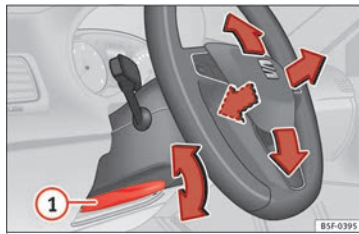

Bild 20 Spak nere till vänster om rattstången.
- Ställa in rattpositionen: Dra » **bild 20** **1** spaken nedåt och flytta ratten till önskat läge. Lyft upp spaken igen tills den låses.